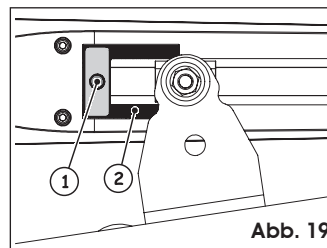

Abb. 19
3. Die Befestigungsschraube (Abb. 19, Bez. ①) aufschrauben, aber nicht komplett entfernen.
**⚠** Der mechanische Anschlag arbeitet gekoppelt mit einem Zahnsegment (Abb. 19 Bez. ②). Bei Behinderungen während der Bewegung sicherstellen, dass die Kupplung frei ist. KEINE GEWALT ANWENDEN.